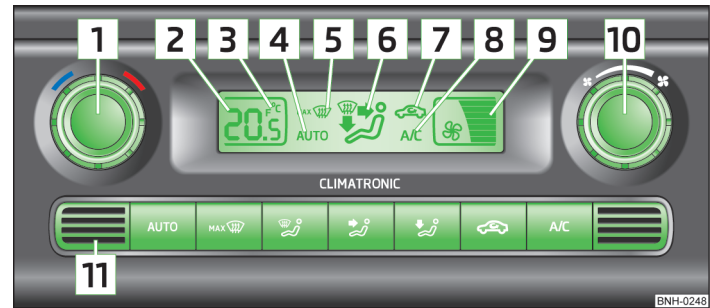

Abb. 79 Climatronic: Bedienungselemente
Im Display wird **AUTO** (Pos.  » Abb. 79 auf Seite 79) angezeigt.
Im Display wird das Symbol **A/C** (Pos.  » Abb. 79 auf Seite 79) angezeigt.
- › Den Drehregler  » Abb. 79 auf Seite 79 nach links bzw. rechts drehen, um die Temperatur zu senken bzw. zu erhöhen.
Der eingestellte Temperaturwert wird im Display (Pos.  » Abb. 79 auf Seite 79) angezeigt.
Im Display erscheinen die Angaben in der gewünschten Temperatur-Maßeinheit (Pos.  » Abb. 79 auf Seite 79).
Im Display wird das Symbol  (Pos. 7 » Abb. 79 auf Seite 79) angezeigt.
› Den Drehregler 10 » Abb. 79 auf Seite 79 nach links bzw. rechts drehen, um die Gebläsedrehzahl zu senken bzw. zu erhöhen.
› Die Symboltaste  » Abb. 79 auf Seite 79 drücken.
Im Display wird das Symbol  (Pos. 5 » Abb. 79 auf Seite 79) angezeigt.